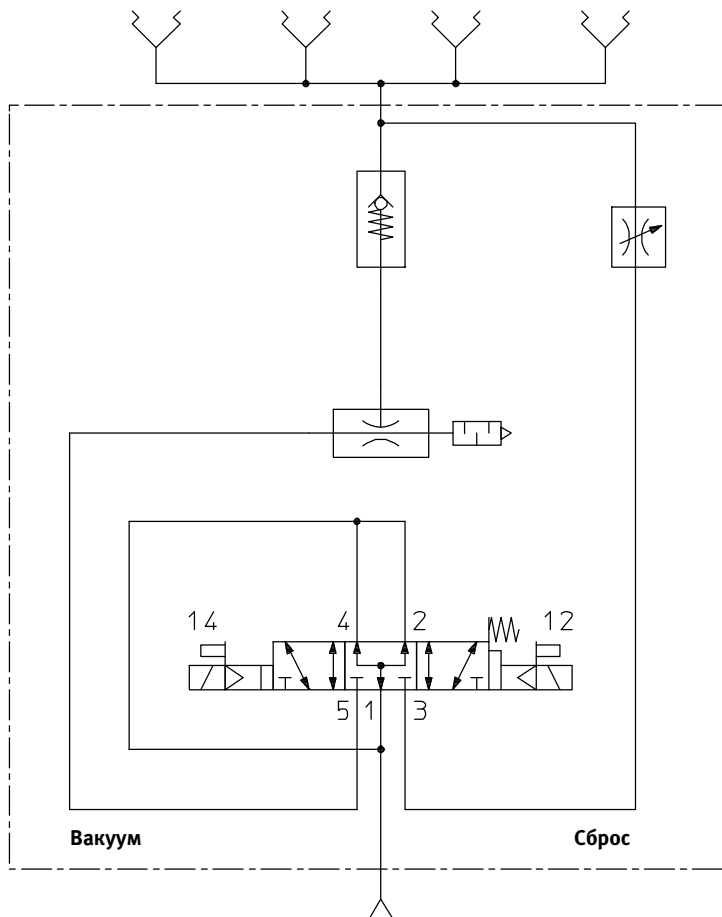
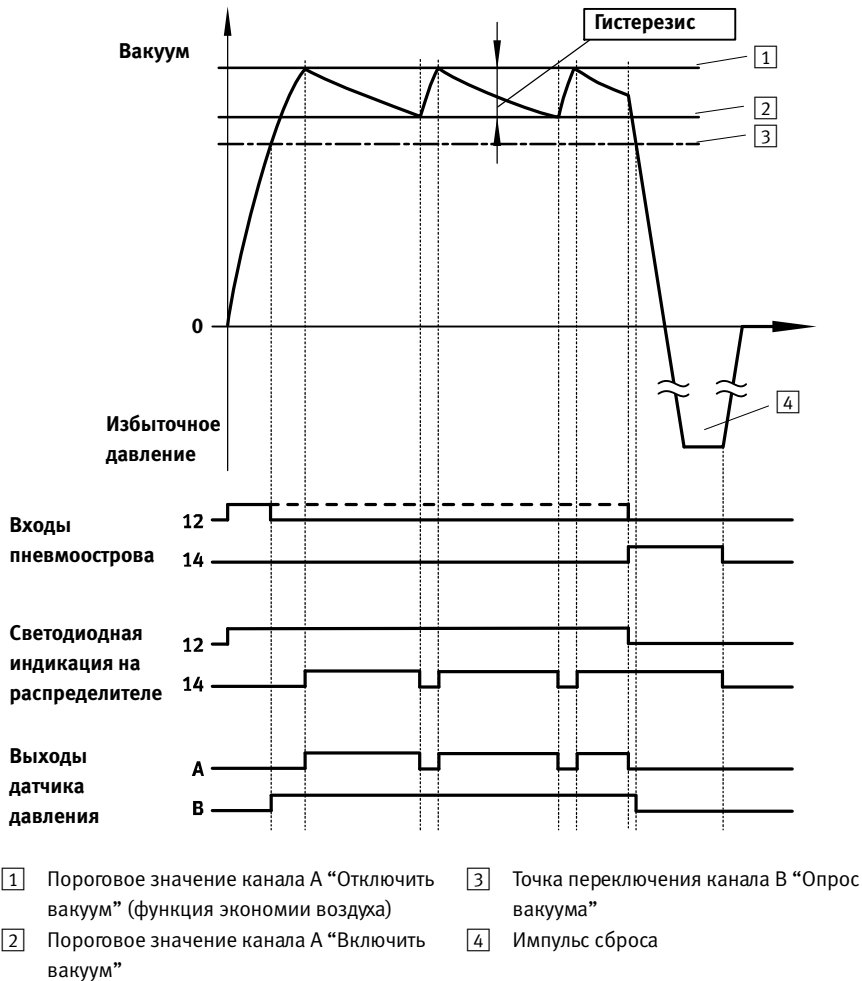

Fig. 3 Принцип действия
Fig. 4 Принцип действия функции экономии воздуха
1) Сравните также → Fig. 3 и Fig. 4
Если желаемое пороговое значение **1** (→ Fig. 4 “Принцип действия функции экономии воздуха”) для вакуума достигнуто, генерирование вакуума автоматически выключается. Обратный клапан предотвращает ослабление вакуума. Тем не менее, из-за утечек (например, в связи с шероховатыми поверхностями заготовок) уровень вакуума плавно снижается. При опускании ниже настроенного порогового значения **2** автоматически включается генерирование вакуума. Вакуум генерируется до тех пор, пока не будет снова достигнуто заданное пороговое значение **1**.
Fig. 4 поясняет принцип действия функции экономии воздуха. В верхней части рисунка показан график характеристики давления с пороговыми значениями и пороговыми уровнями. Относящиеся к нему сигналы управляющих входов пневмоострова, выходные сигналы датчика давления и светодиодная индикация состояний сигнала электромагнитного распределителя представлены в нижней части рисунка.